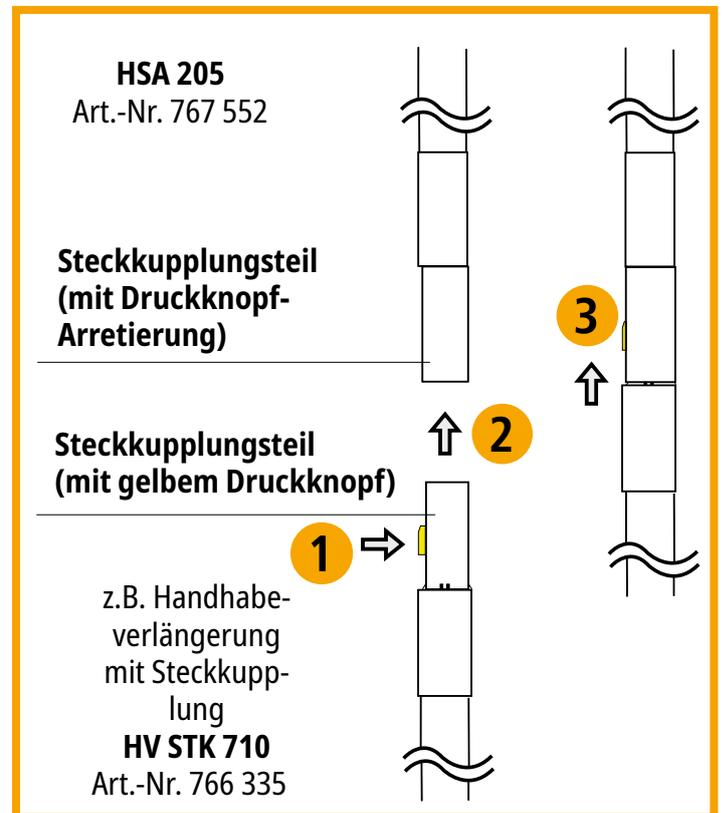

Bild 2
- ⇒ Der **rote Ring (6)** markiert das Ende des Isolierteiles in Richtung Arbeitskopf.
- ⇒ Das **Isolierteil (4)** ist der Teil der Betätigungsstange zwischen Begrenzungsscheibe und rotem Ring. Er gibt dem Benutzer Schutzabstand und ausreichende Isolation für die sichere Handhabung.
- ⇒ Die **Handhabe (2)** wird durch eine **Begrenzungsscheibe (3)** deutlich vom Isolierteil getrennt. Eine **Halteschleufe (1)** verhindert bei bestimmungsgemäßem Gebrauch versehentliches Herabfallen des Hochspannungsanzeigers oder ermöglicht ein Befestigen am Haltegurt der Elektrofachkraft. Über den Adapter Typ **AD HV STK SQ**, Art.-Nr.766 313, kann die Handhabe mit Hilfe einer geeigneten Isolier- oder Erdungsstange die einen Aufnahmekopf für Spindel-Querstift nach DIN 48 087 besitzt, verlängert werden. Alternativ kann die Verlängerung auch über eine oder mehrere Handhabeverlängerungen **HV STK 710**, Art. Nr. 766 335, erfolgen. Die maximale Gesamtlänge sollte 7 m nicht überschreiten. Die Betätigung der Steckkupplung ist im Bild 2 dargestellt.